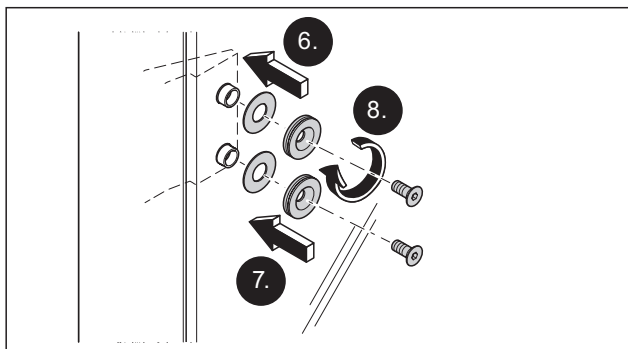

Abb. 53 Die Glastür von der Bandgegenseite aus an den Türbändern fixieren
6. Die Zwischenlagen am Glas anbringen (Abb. 53).